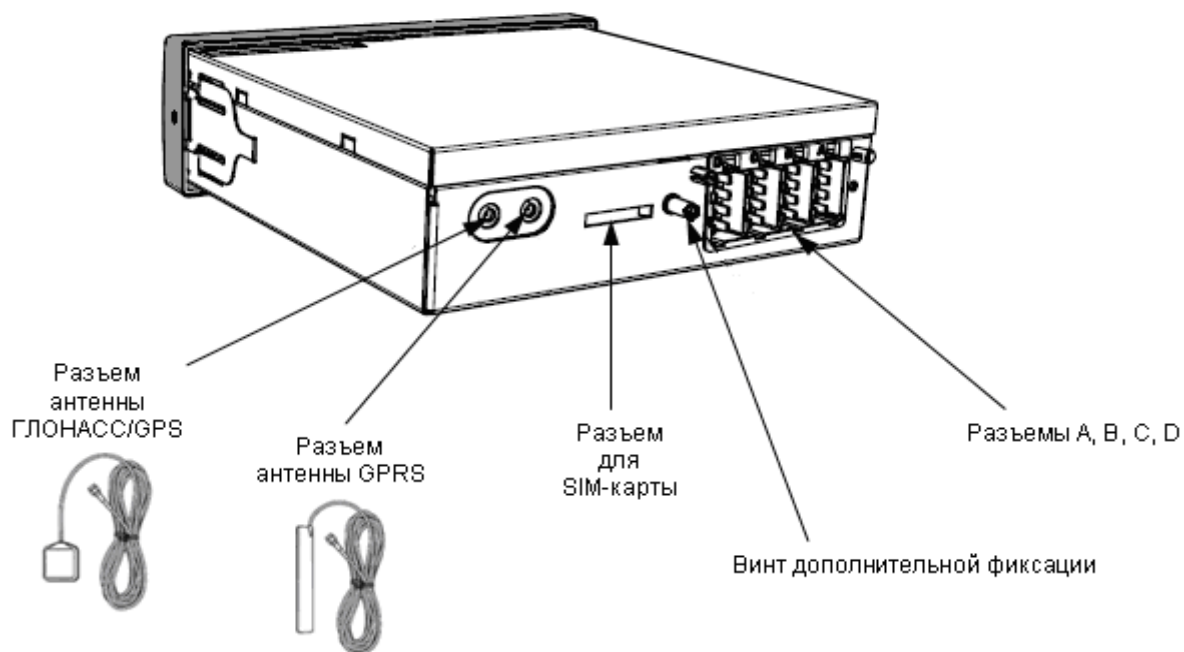

Рисунок 3 – Подключение антенн и SIM-карты.
3. Подключите антенны GPRS, ГЛОНАСС и вставьте SIM-карту (в случае наличия) (Рисунок 3).
Для регистрации в сети оператора сотовой связи стандарта GSM необходимо установить SIM-карту в разъем для установки SIM-карты (Рисунок 3).
5. Вставьте тахограф «ШТРИХ-ТахоRUS» в установочную рамку в автомобильной панели «до щелчка» (Рисунок 5). Убедитесь в надежности фиксации тахографа в панели приборов. При необходимости закрепите тахограф с помощью винта дополнительной фиксации (Рисунок 3).